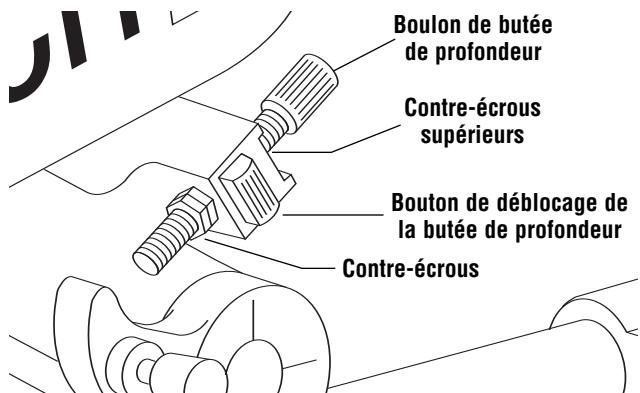

Figure 1. Coupe de rainures
- Pour faire des réglages importants, enfoncez le bouton de déblocage de la butée de profondeur et faites coulisser le boulon de butée de profondeur pour le mettre à la position désirée (Figure 1).